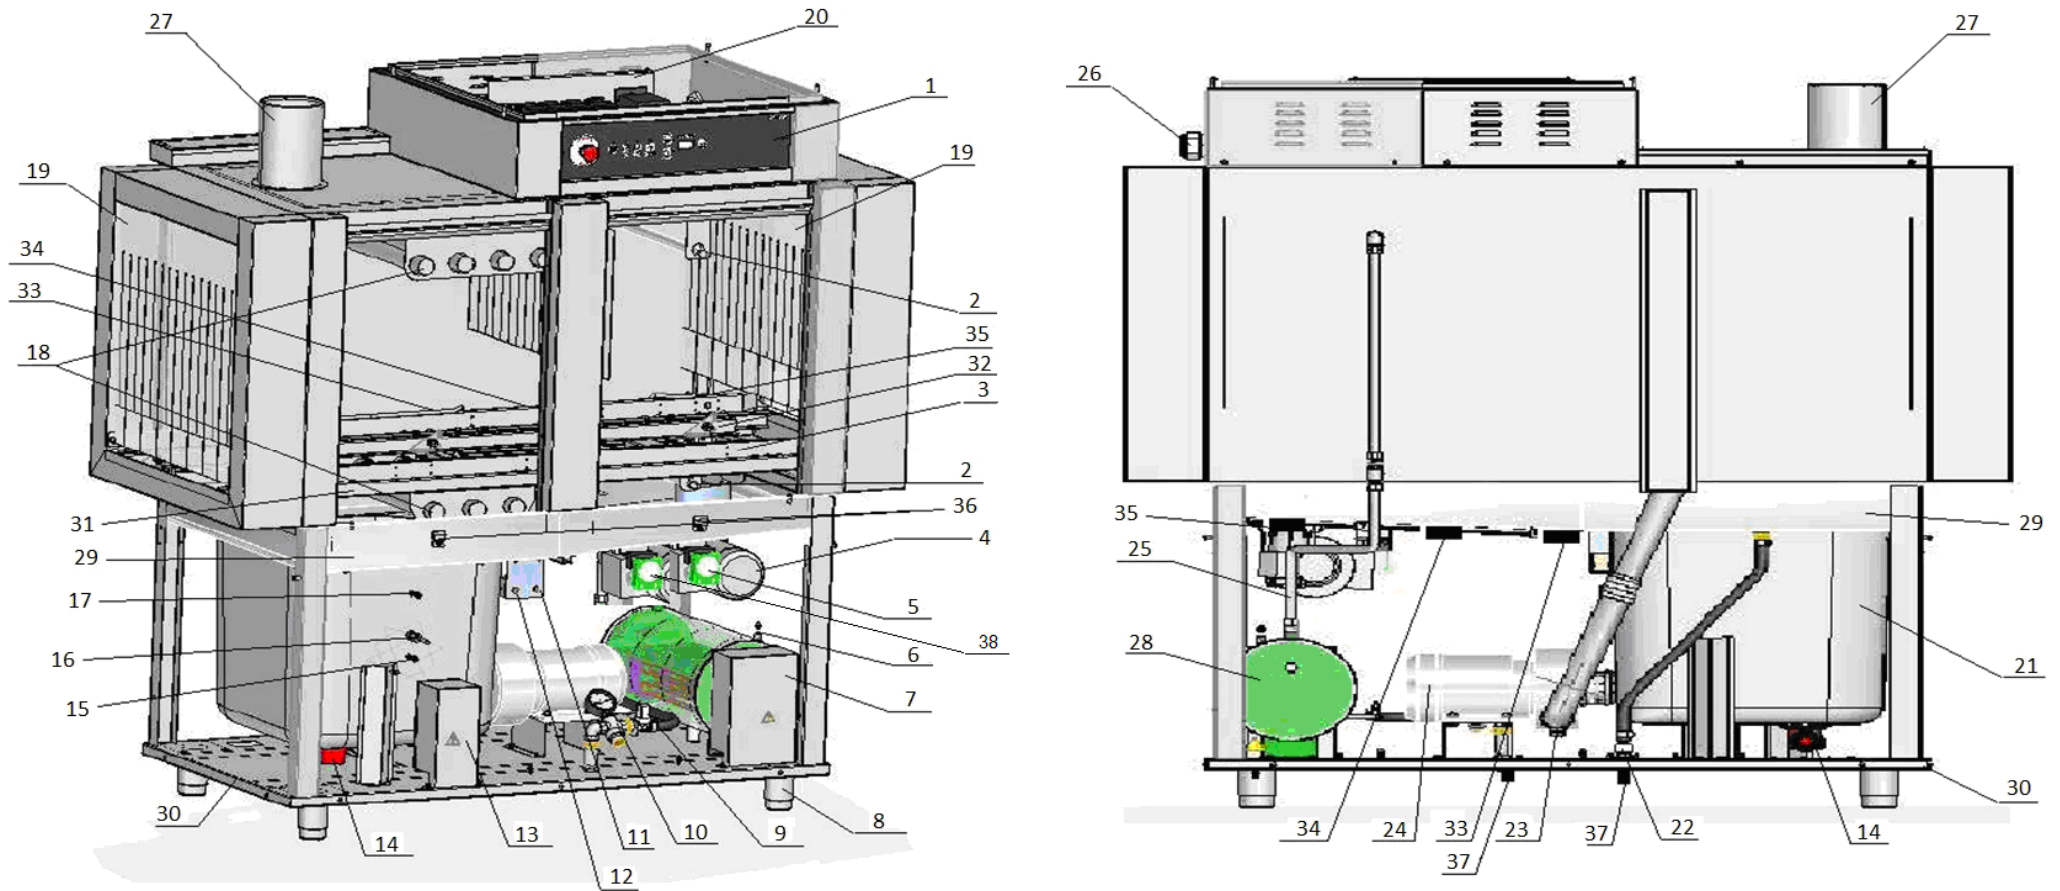
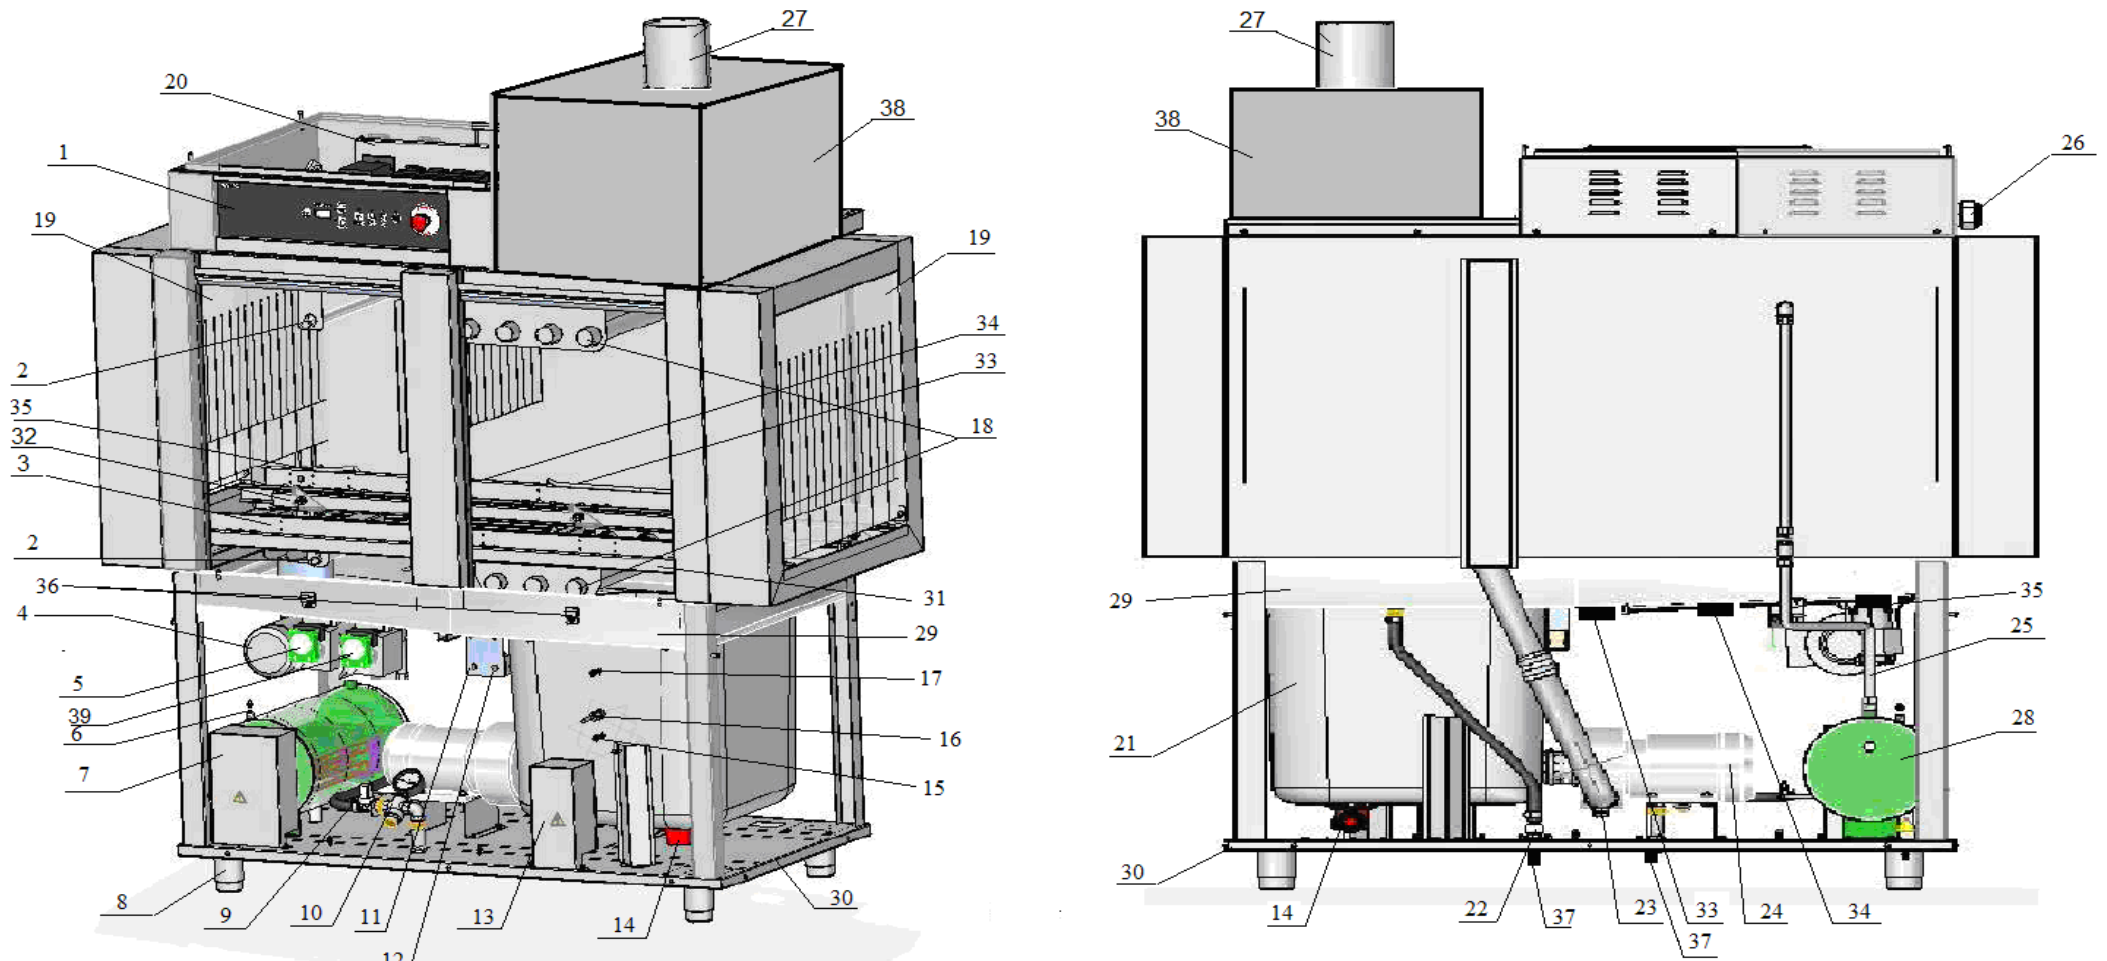
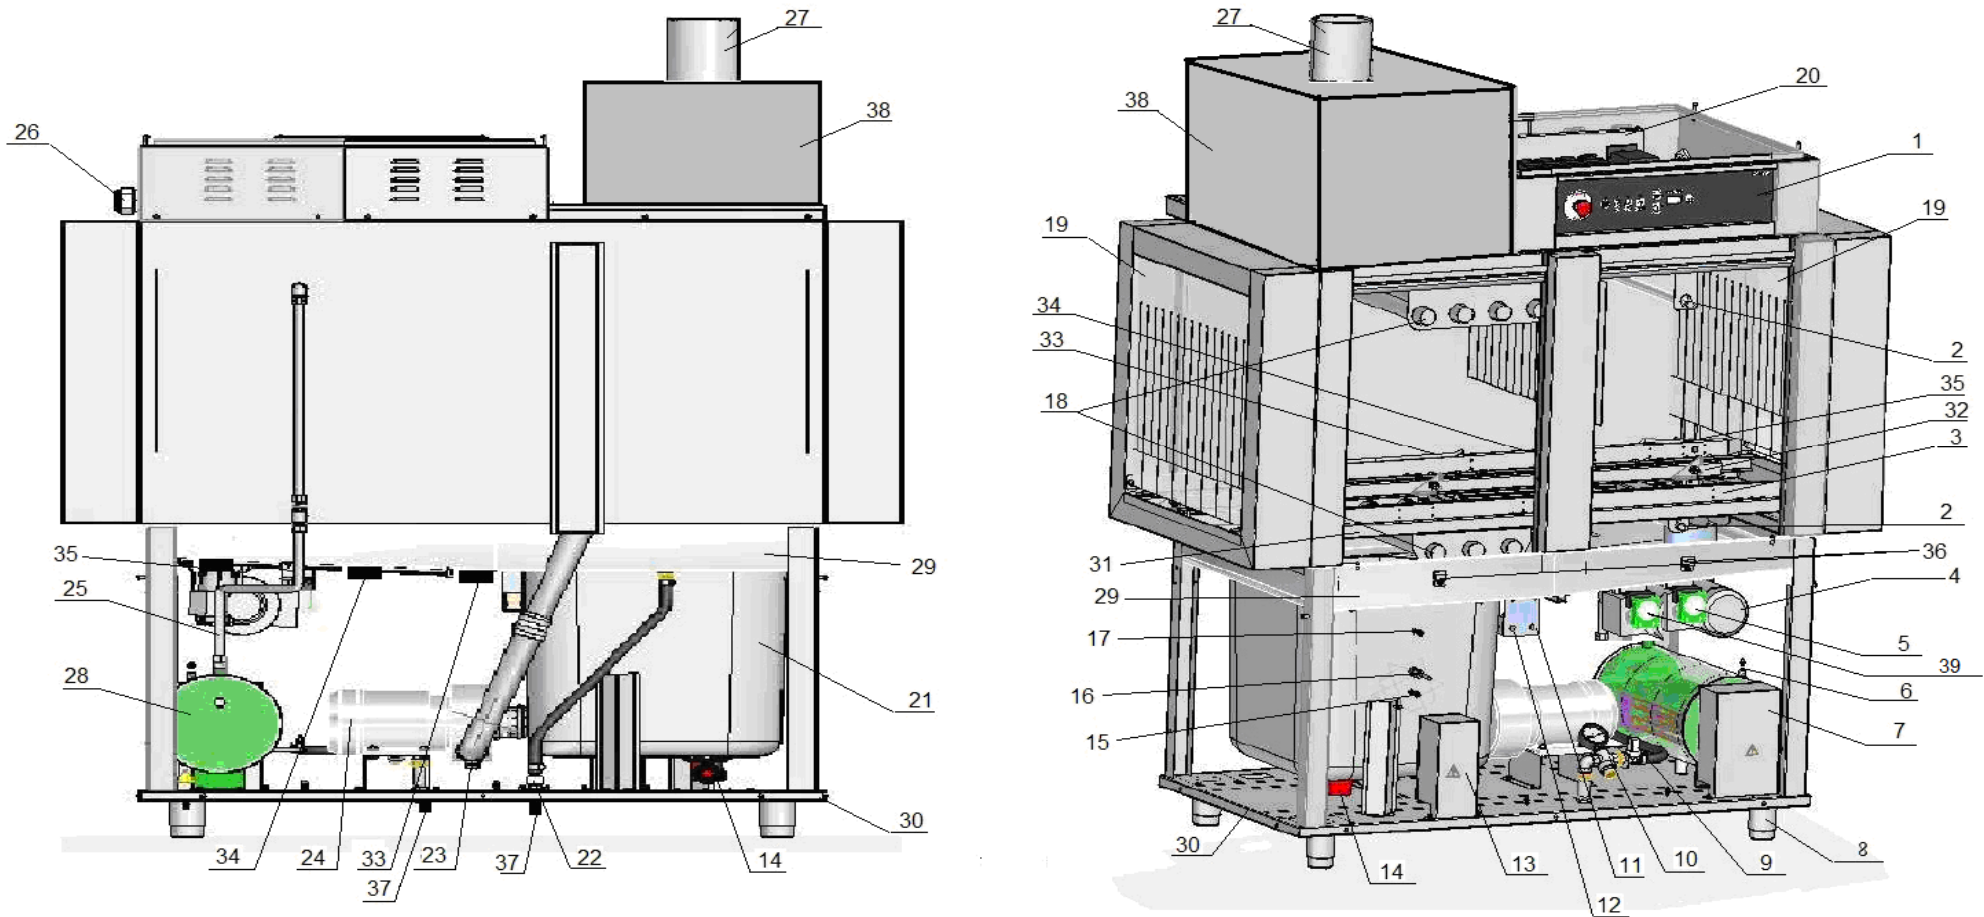

Рис. 2.2 Устройство посудомоечной машины МПТ-1700л (левая)
Рис. 2.3 Устройство посудомоечной машины МПТ-1700-01 (правая)
Рис. 2.4 Устройство посудомоечной машины МПТ-1700-01л (левая)
Устройство машины МПТ-1700л (левая) приведено на рис. 2.2.
Устройство машины МПТ-1700-01 (правая) приведено на рис. 2.3.
Устройство машины МПТ-1700-01л (левая) приведено на рис. 2.4.
- насос-дозатор моющего средства (рис. 2.1 и рис. 2.2 поз 38. рис. 2.3 и рис. 2.4 поз 39.). Осуществляет подачу моющего средства в ванну. Количество раствора подаваемого в бойлер определяется алгоритмом контроллера. Для изменения объема подачи ополаскивающего раствора требуется войти в служебные настройки (см. п. 7.2) и изменить время работы насоса-дозатора;
- термоограничитель (плюс) 160°C бойлера (11). Осуществляет автоматическое отключение силовых цепей при превышении температуры в бойлере выше (плюс) 160°C. При срабатывании термоограничителя необходимо отключить машину и выявить причину его срабатывания;
- термоограничитель (плюс) 160°C ванны (12). Осуществляет автоматическое отключение силовых цепей при превышении температуры в ванне выше (плюс) 160°C. При срабатывании термоограничителя необходимо отключить машину и выявить причину его срабатывания.
С лицевой стороны, над столешницей, установлена панель управления (см. рис. 1) и теплообменник (только в МПТ-1700-01 и МПТ-1700-01л – см. рис. 2.3 и 2.4).